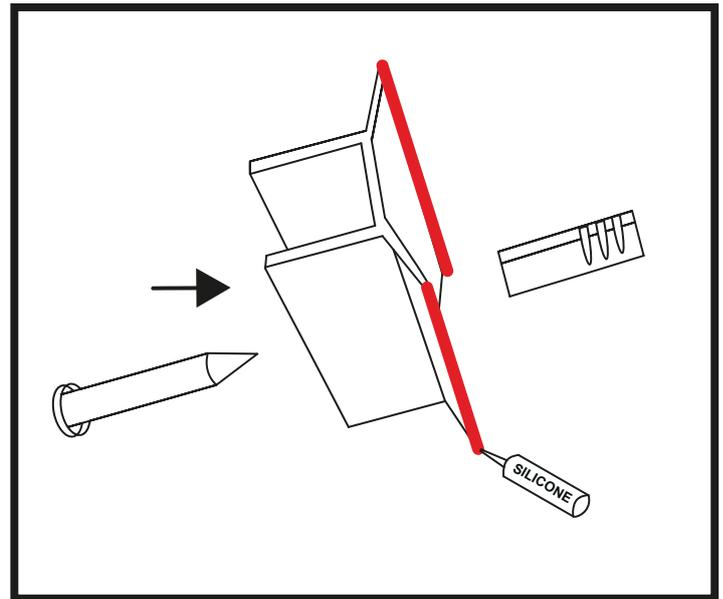

Abbildung 12
33. Um das Profil zu befestigen, tragen Sie Silikon auf die Kanten des Profils auf und platzieren Sie es entsprechend den zuvor markierten Stellen an der Wand. (Abbildung 12)